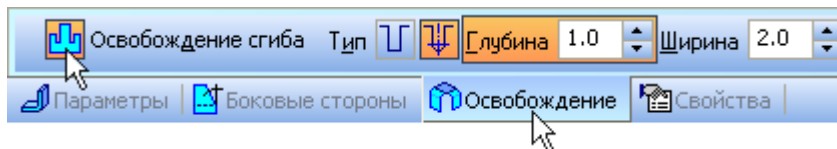

Рисунок 22.
- Убедитесь, что кнопка Скругленное  в группе Тип находится во включенном состоянии, поле Глубина имеет значение 1 мм, а поле Ширина — значение 2 мм. Эти параметры были заданы при настройке листового тела в новых деталях (рис. 22).